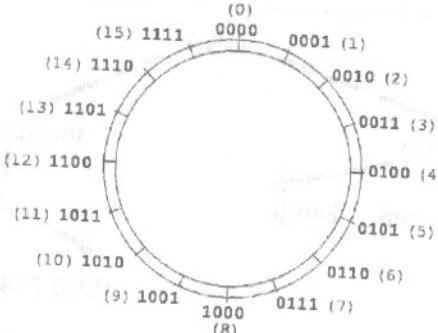

Fig. 2. "Roata numerelor" fără semn reprezentate pe 4 biți
- Reprezentarea binară fără semn**, pentru un număr reprezentat pe  $n$  biți este:  $B_2 = b_{n-1} b_{n-2} \dots b_1 b_0$  cu valoarea zecimală:  $B_{10} = b_{n-1} * 2^{n-1} + \dots + b_1 * 2^1 + b_0$  aflată în gama  $[0, 2^n - 1]$ . Se poate vedea în Fig. 2 "roata reprezentare" pe care se pot verifica proprietățile adunării pentru numerele reprezentate pe un număr finit de biți, în acest caz  $n = 4$ .